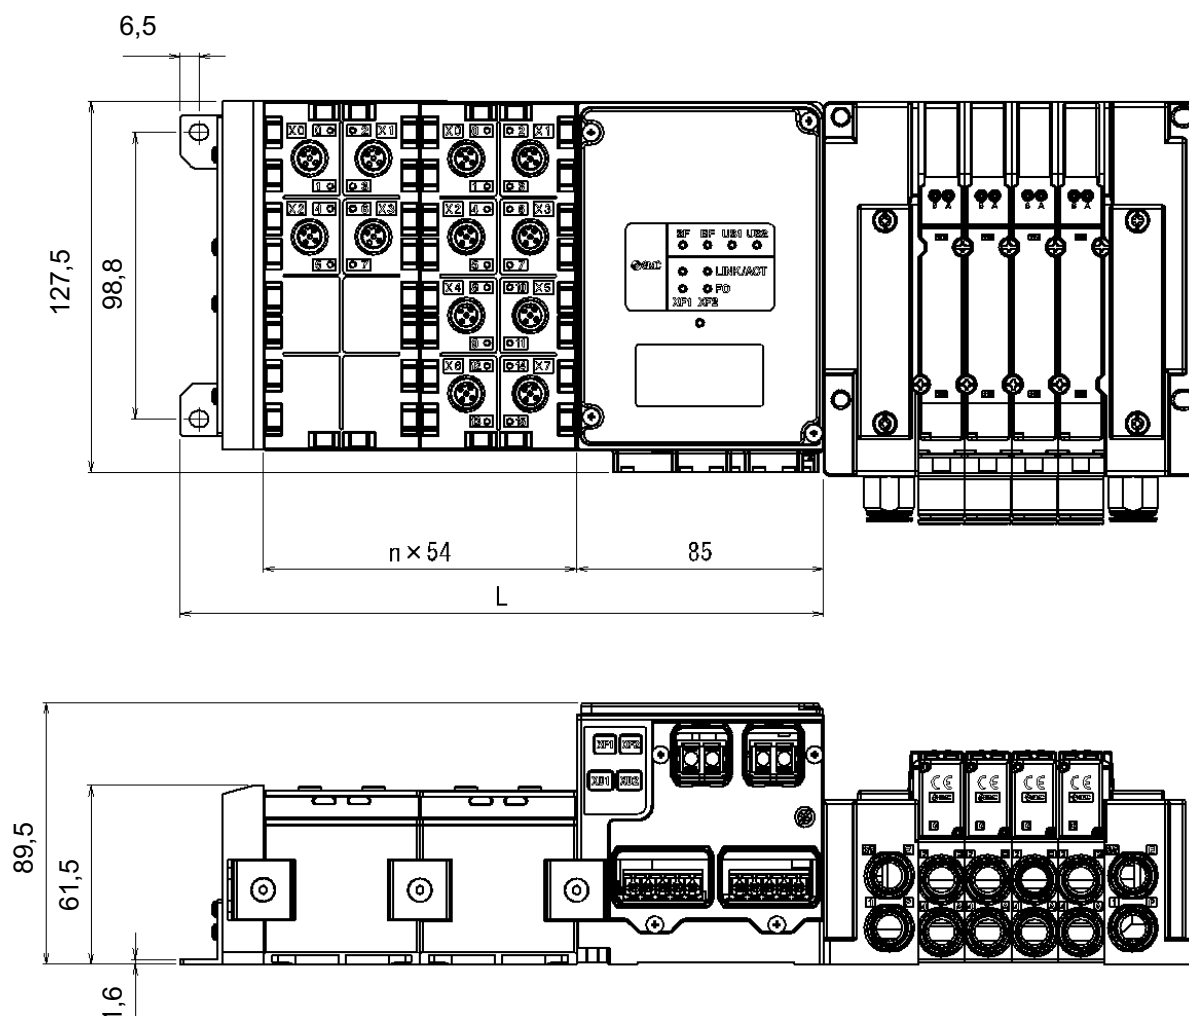

Abb. 12-1 Abmessungen der Mehrfachanschlussplatte für Module
- Abb. 12-1 stellt die Verwendung der Serie EX245-EA2-1 dar.